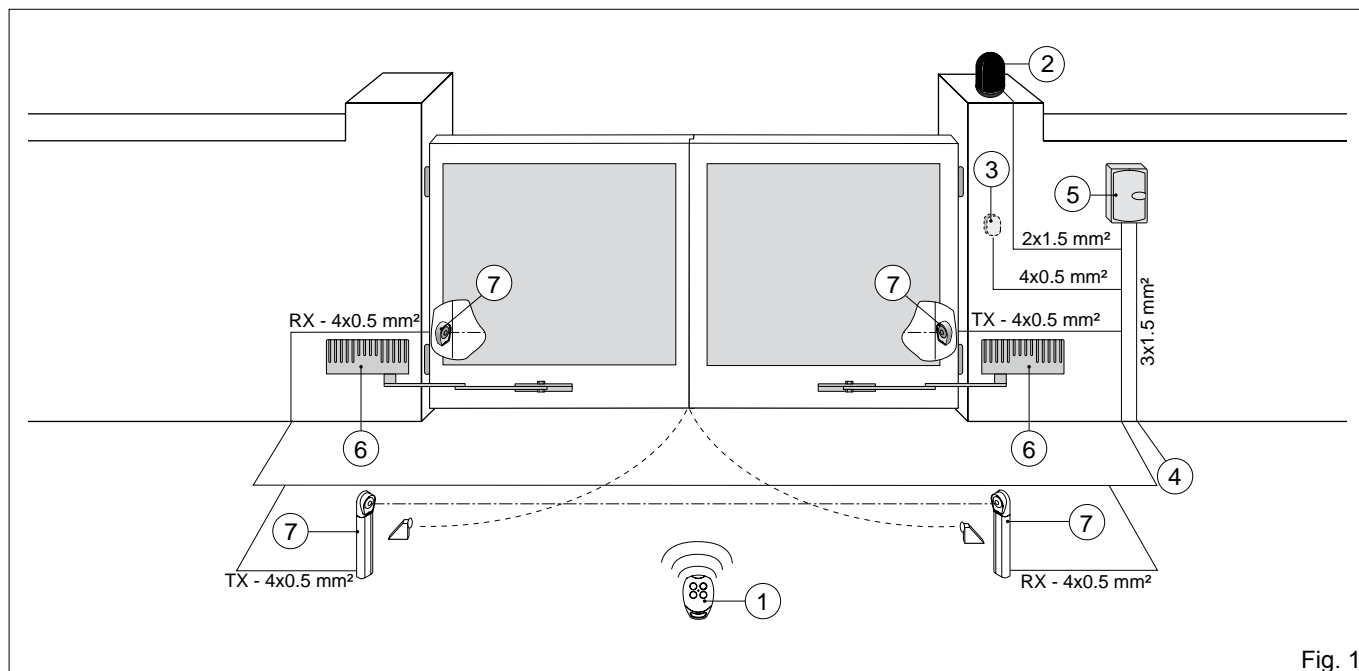

Fig. 1
2.1 Références installation type (fig. 1)